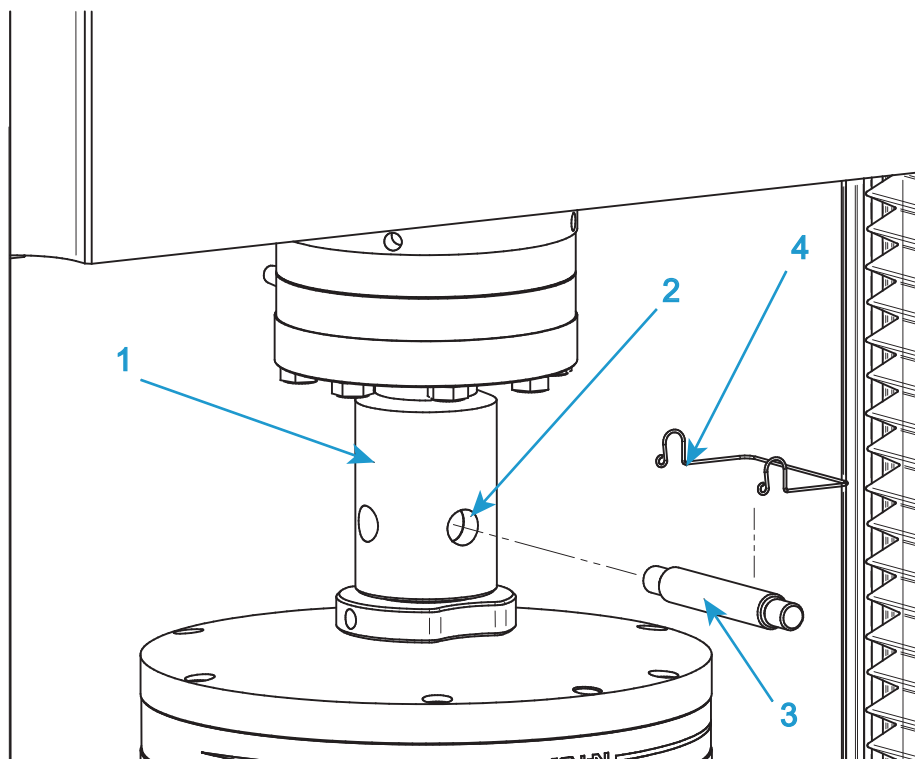

Figura 20. Installazione tipica della presa
Consultare la Figura 20 a pagina 98 quando si segue questa procedura.
1. Per il morsetto superiore, inserire l'adattatore sul morsetto nella presa a forcella femmina (1 in Figura 20) sull'adattatore della cella di carico.
2. Allineare i fori della forcella (2 in Figura 20) e infilare il perno a testa (3 in Figura 20) piana attraverso i fori.
3. Fermare in posizione il perno a testa piana, con l'apposito fermaglio (4 in Figura 20).